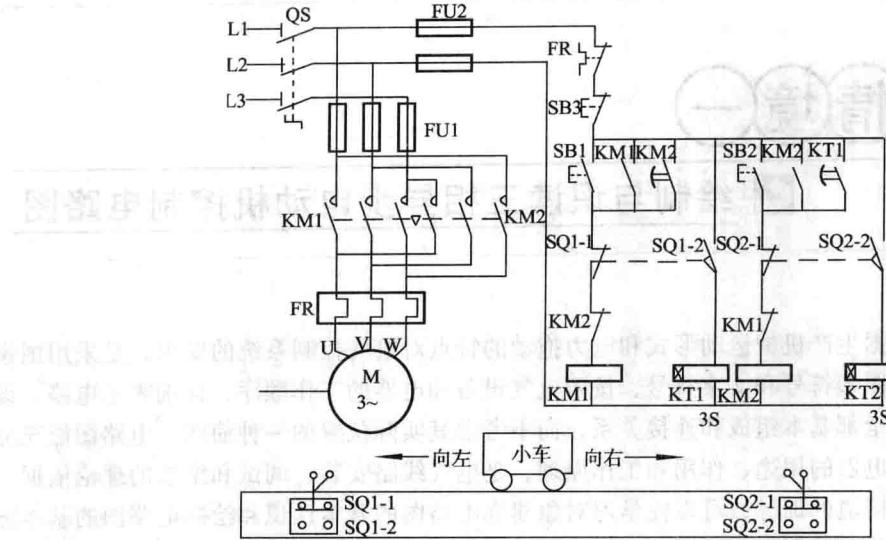

图 1-1 小车自动往返控制电路 (难度系数 1)
- (1) 请从图 1-1~图 1-4 中选择要抄绘的电路。
- (2) 绘制好的图纸以 A4 横向默认的纸张打印，横向上下边距各为 1.00 cm，左右边距各为 2.50 cm，并采用 Word 的格式。
- (4) 图 1-1~图 1-4 这 4 张图纸的绘制难度分别按照难度系数 1~4 排列，从 1~4 逐渐递升难度系数，所占比重分别是 85%、90%、95%、100%。由学员自己决定绘制哪张图纸。